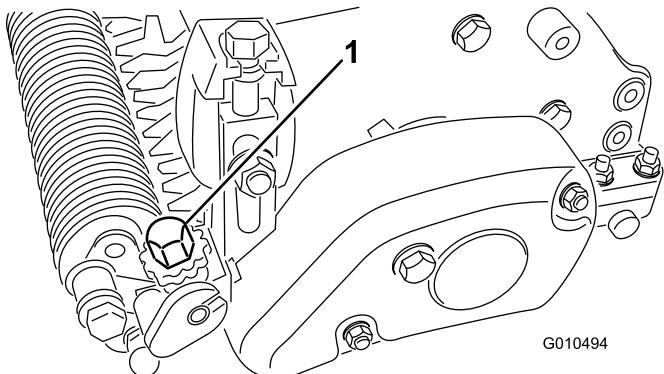

Figura 25
- 6. Girate la manopola di regolazione dell'altezza per sollevare o abbassare la punta della lama all'altezza di grooming desiderata (**Figura 25**).